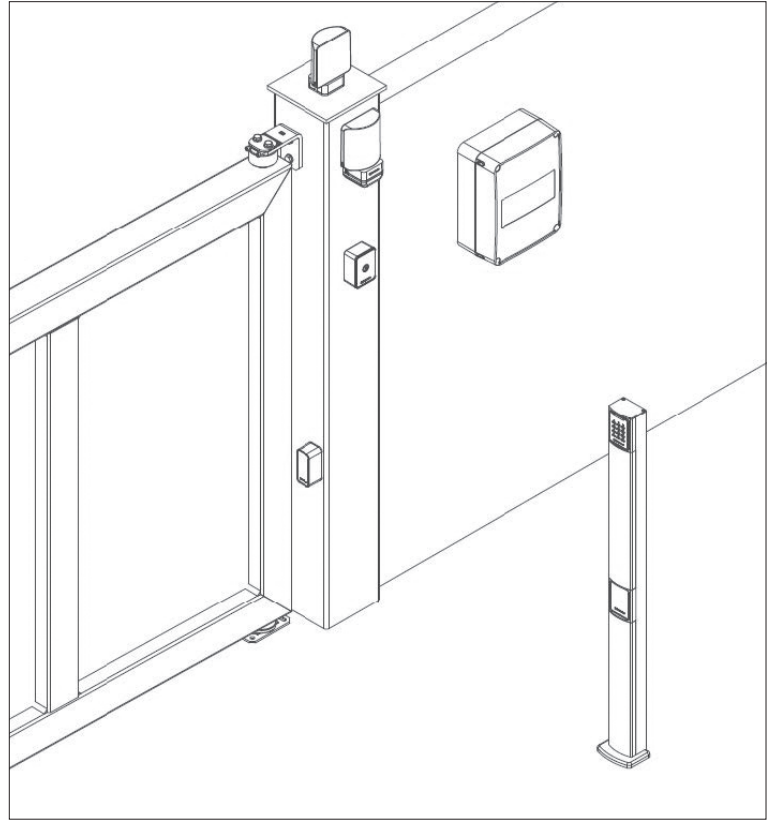

FIG. 1
- Fissare le colonnine al pavimento con dei tasselli adatti o, nel caso di cemento fresco, immergere la piastra con tirafondi come illustrato nelle FIG. 1 e 2.
- Secure the posts to the ground with suitable screw anchors or, in the case of fresh concrete, embed the base plate with anchor bolts as shown in FIG. 1 and 2.
- Die Säulen mit geeigneten Dübeln am Boden befestigen oder, im Falle von frischem Zement, die Platte mit Ankerbolzen einbetten (siehe ABB. 1 und 2).
- Fixer les colonnes au sol avec des chevilles adaptées ou, en cas de ciment frais, noyer la plaque avec des entretoises comme représenté aux FIG. 1 et 2.
- Fije las columnas al pavimento con tacos adecuados o, en el caso de cemento fresco, sumerja la placa con tirafondos, tal como se muestra en las FIG. 1 y 2.